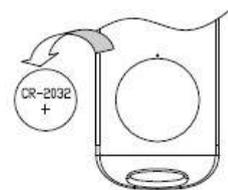

Figure 12
- 3) Rimuovere la vecchia batteria (Fig. 12)